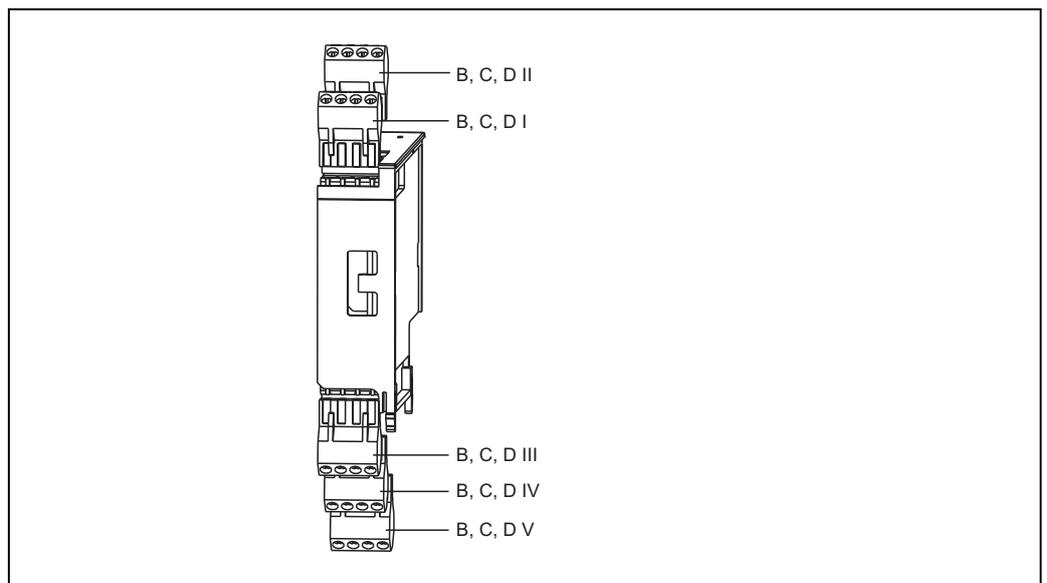

Fig. 18: Scheda di espansione con morsetti
- n. 4: scheda di espansione universale opzionale nello slot B (slot B I, → Fig. 18)